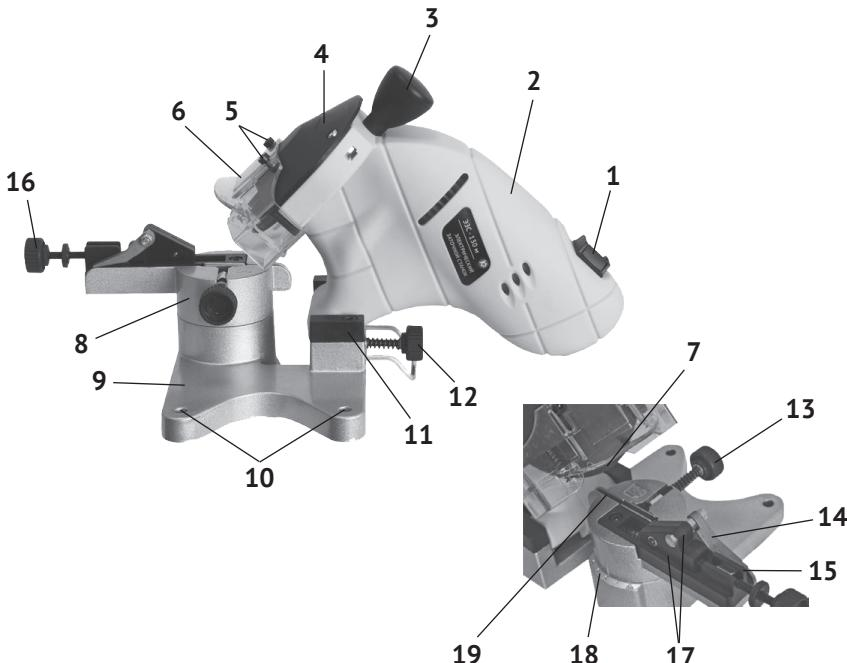

рис.1
Общий вид станка представлен на рис. 1.
Механизм станка (коллекторный двигатель, ремённый привод, шпиндель с закреплённым на нём абразивным заточным кругом и поворотная ось) расположен в пластиковом корпусе (рис.1 поз.2). Металлическое основание (рис.1 поз.9) служит опорой для корпуса, который крепится к поворотной оси, расположенной под прижимами (рис.1 поз.11). На цилиндрическую часть основания с проградуированной шкалой (рис.1 поз.18) от 0 до 35° (в обе стороны), крепится рабочий стол (рис.1 поз.8). На рабочем столе крепятся звенья затачиваемой цепи. В основании имеются монтажные отверстия (рис.1 поз.10) для крепления станка на рабочем столе (верстаке).
На корпус двигателя крепится рукоятка (рис.1 поз.3), для удобства управления абразивным кругом. Для защиты оператора станок оснащён защитными устройствами:
- кожух (рис.1 поз.4), закрывающий более 60% абразивного круга. На кожухе стрелкой указано направление вращения круга;
- к кожуху 2-я винтами (рис.1 поз.5) крепится прозрачный пластиковый экран (рис.1 поз 6). Экран, при необходимости, можно перемещать (выше/ниже) в плоскости, перпендикулярной оси вращения круга.
Клавиша выключателя (рис.1 поз.1) имеет два фиксированных положения «I» - включено и «0» - выключено.